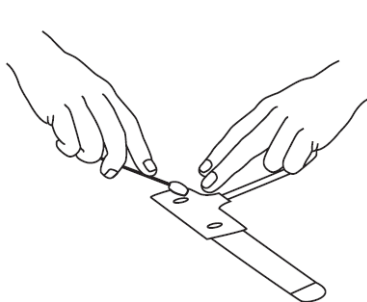

Рис. 1
- 1) Для сухой кожи липкость медицинского клея можно уменьшить или удалить, протерев клеевые участки ватным тампоном или марлей (см. Рис. 1).